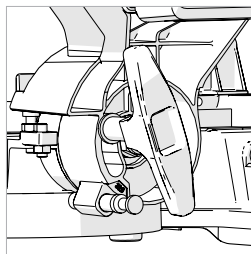

Fig. 46
- Afloje el mango de bloqueo del bisel. (**Fig. 46**)